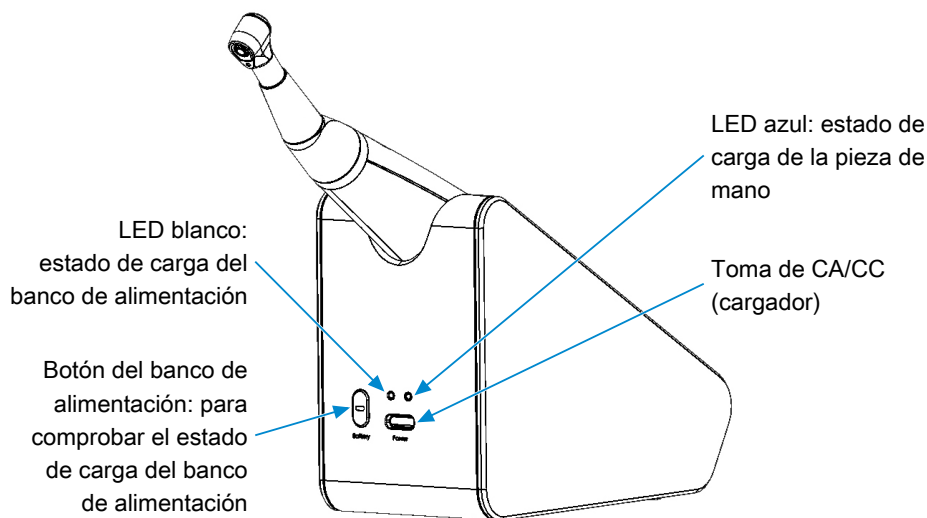

Fig. 2 : Vista trasera
- Conecte el cable del cargador a la toma de carga del banco de alimentación (consulte [► Fig. 2]). Enchufe el cargador a la toma de corriente.